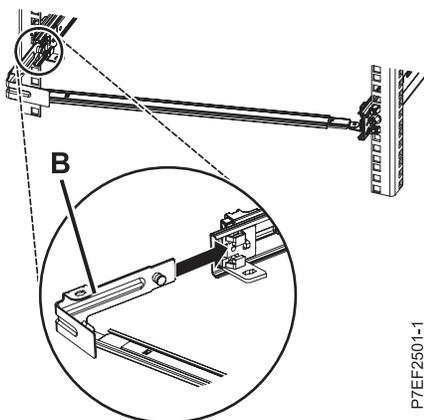

Figura 15. Tendido de la patilla e instalación de la abrazadera en el riel deslizante
- Para conectar el otro lado del brazo de soporte a la parte posterior del riel deslizante, deslice la pieza de sujeción (**B**) en el riel deslizante izquierdo hasta que el pestillo accionado por resorte quede fijado, como se muestra en la Figura 15.